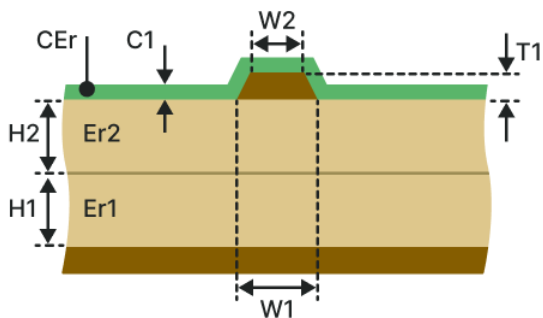

Рис. 132 Микрополосковая ЛП с маской
- Микрополосковая ЛП с маской (ММ-2Н), см. Рис. 132.